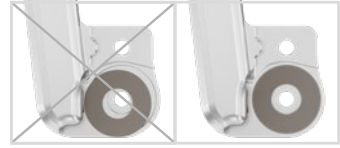

Fig. 8
- 2 Påfør spraylim på én side av den første glideskiven, og lim den inn i dekkplaten (fig. 8).